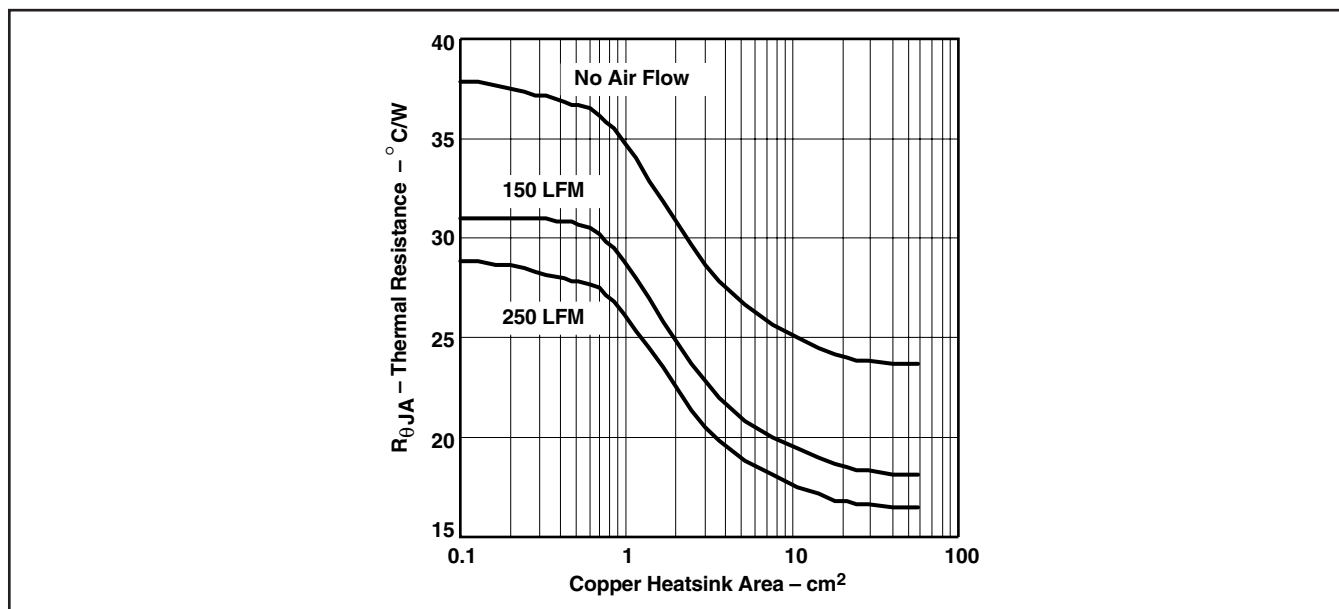
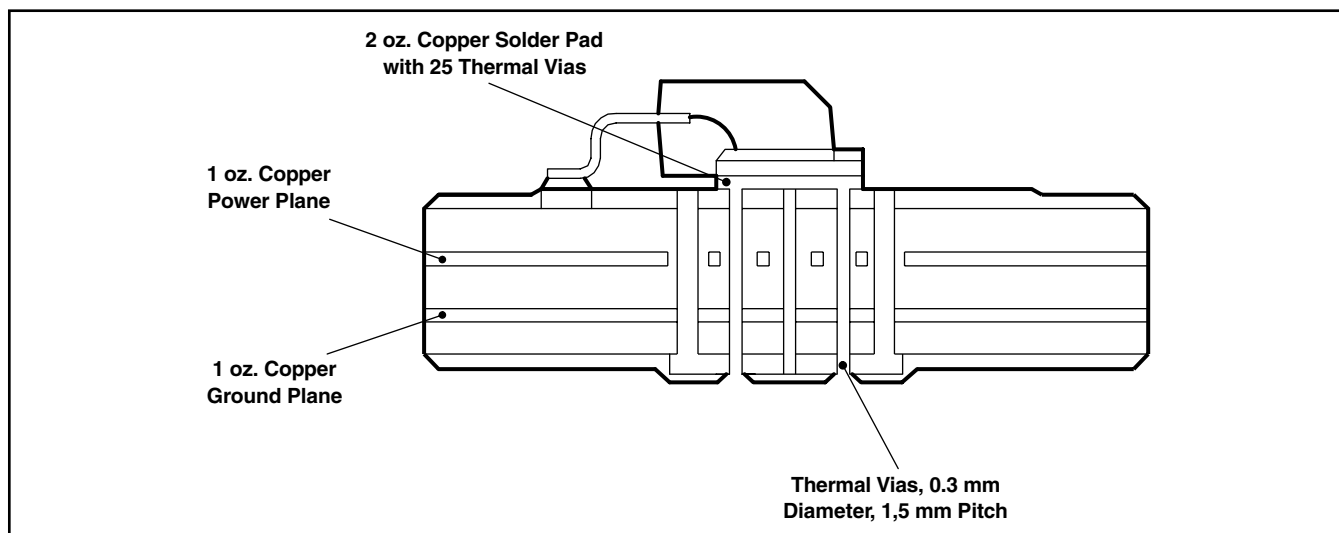

図 21. DDPACKの熱抵抗対銅ヒートシンク面積
図 22. DDPACKの熱抵抗
式 (5) と、図21および図24に示すコンピュータ・モデルにより生成された曲線を使用すれば、特定の周囲温度、消費電力、および動作環境に対して、必要なヒートシンクの熱抵抗と基板面積を容易に求める事ができます。
図21「DDPAKの熱抵抗対銅ヒートシンク面積」から、デバイスが2.5Wを消費するためには1cm²のグラウンド・プレーンが必要です。図21を得るためにコンピュータ・モデルで使用した動作環境は、標準JEDEC High-K (2S2P) 基板で、1オンスの内部銅プレーンおよびグラウンド・プレーンから構成されています。パッケージは、2オンスの銅パッドに半田付けされます。このパッドは、サーマル・ビアを通して1オンスのグラウンド・プレーンに接続されます。図22に、コンピュータ・モデルで使用した動作環境の側面図を示します。